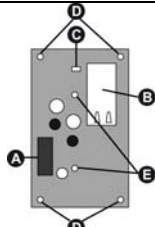
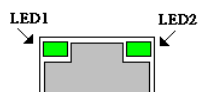

Fig. 1
Fig. 5
- PER ARMADIO PLASTICO: fissare con le viti in dotazione in corrispondenza dei fori **D** (fig.1)
- PER ARMADIO METALLICO: fissare con le viti e distanziali in dotazione in corrispondenza dei fori **E** (fig.1)
- Inserire il cavo Flat 10 vie nel connettore polarizzato in posizione **A** (fig.1)
- Inserire il cavo Ethernet LAN sul connettore RJ45 indicato con **B** (fig.1)
Se la Rete è presente il **LED 1** (fig.5) rimane fisso e il **LED 2** (fig.5) lampeggia per indicare lo scambio dati. Sulla scheda il **LED C** di fig.1 sarà acceso per indicare lo stato di LINK.
Se la Rete non è presente o il cavo non è inserito correttamente dopo l'inizializzazione il **LED 2** (fig.5) lampeggerà per qualche secondo con colore **Ambra**.
- FOR PLASTIC CABINET: fix it with the supplied screws according to the holes **D** (fig.1)
- FOR METALLIC CABINET: fix it with the supplied screws and spacers according to the holes **E** (fig.1)
- Insert the Flat 10 cable into the polarized connector in position **A** (fig.1)
- Insert the Ethernet LAN cable into the RJ45 connector shown in **B** (fig.1)
If the network is available, the **LED 1** (fig.5) remains on and the **LED 2** (fig.5) flashes to indicate data exchange. On the card, the **LED C** of fig. 1 will be on to indicate the LINK status.
If the network is not available or the cable is not correctly inserted after start-up, the **LED 2** (fig.5) will flash **amber-coloured** for a few seconds.